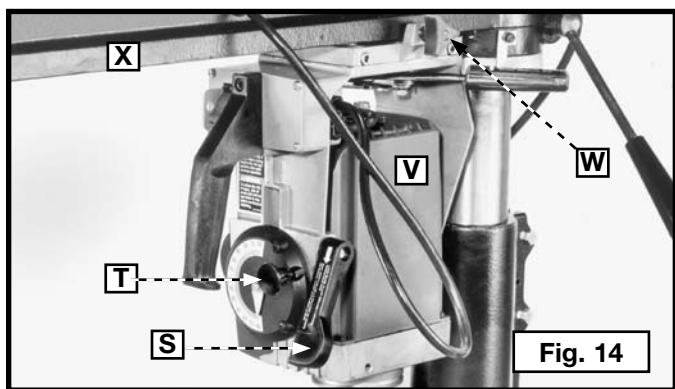

Fig. 14
- Desserrer le levier de fixation de biseau (S) Figure 14, tirer le bouton d'index de biseau (T) et tourner le moteur (V) en position verticale jusqu'à ce que l'index de biseau s'engage. Serrer le levier de fixation de biseau (S).
REMARQUE : Si l'arbre du moteur entre en contact avec la planche de banc avant que le moteur ne soit en rotation totale, lever le bras (X) Figure 14 en tournant la poignée d'élévation (C).
- Desserrer le bouton de serrage de la tête de coupe (W) Figure 14. Déplacer la tête de coupe à l'avant du bras (X). Serrer le bouton de serrage de la tête de coupe (W).